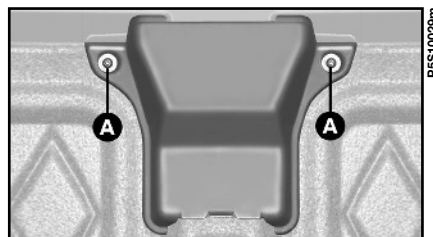

fig. 21
- 2) Svitare le 2 viti **A**-fig. 21 di fissaggio del coperchio interno.